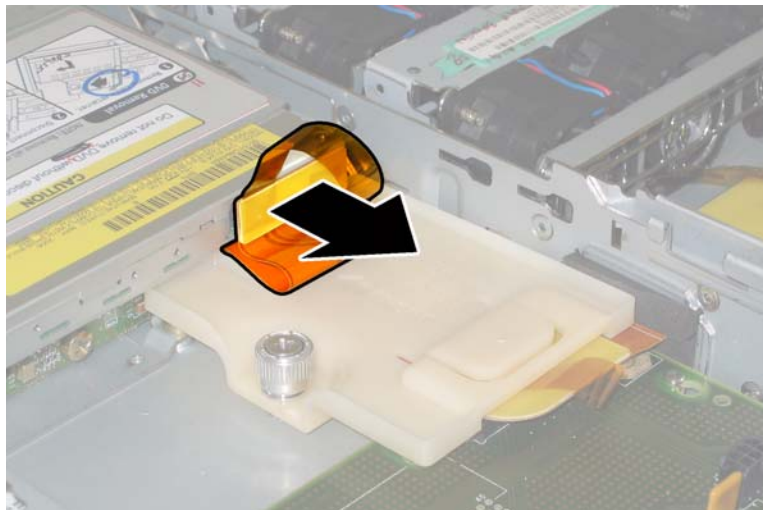

図 3-14 DVD-ROM ドライブのフレックスケーブルコネクタの取り外し
7. フレックスケーブルのコネクタを、DVD-ROM ドライブの背面から引き抜きます。図 3-14 を参照してください。